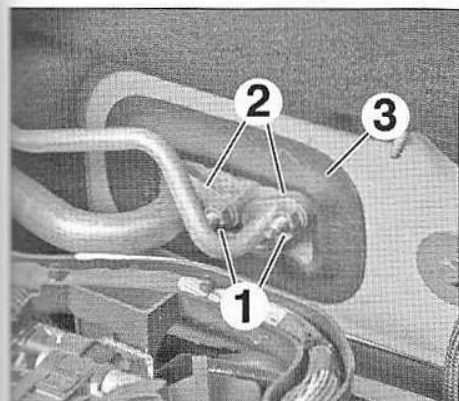

FIG.31
- Déposer les écrous (1) (Fig.31).
- Désaccoupler les raccords (2).
- Déposer le joint (3).